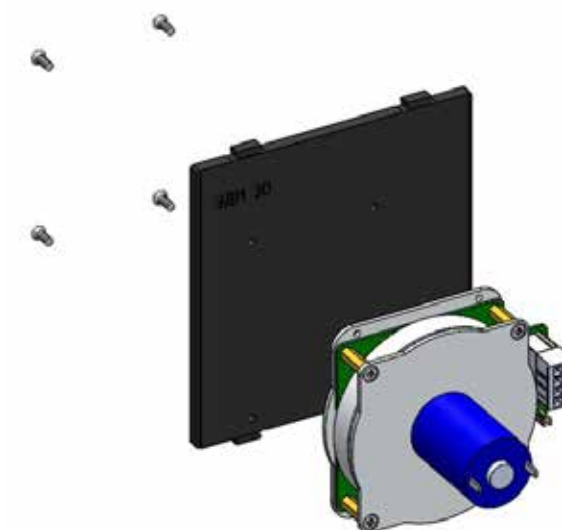

Рисунок 65. Установка двигателя на плату
5) К боковой стенке прикрепить блок маховиков, используя винты с потайной головкой M3x8 (рисунок 65):